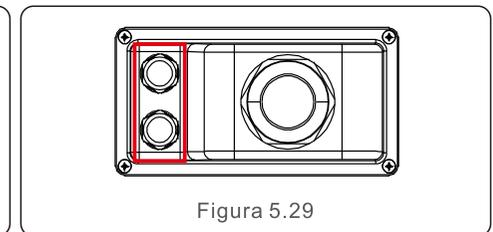

Figura 5.29
- Desenrosque las tapas de "COM2" y "COM3" en el variador como se muestra en la Figura 5.29.